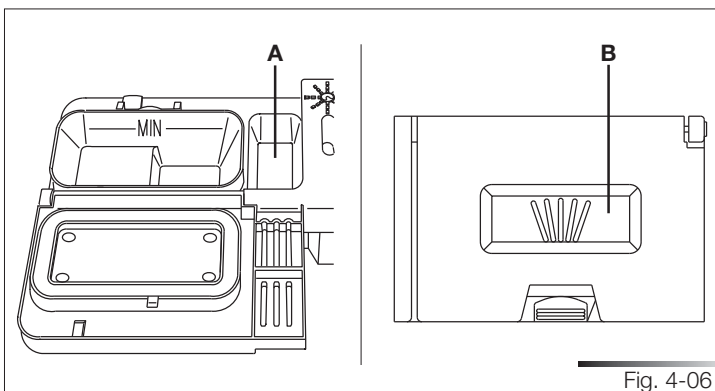

Fig. 4-06
- Quand on sélectionne un programme avec le pré-lavage à chaud (lire le tableau programmes reporté dans le manuel "Description des commandes"), ajouter une quantité supplémentaire de produit de lavage dans la cavité (réf. A ou B fig. 4-06, selon les modèles).